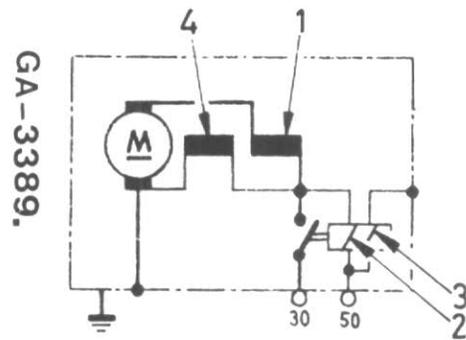

Figure 3
- 2 - Si le voltmètre enregistre une légère chute de tension, c'est que le courant ne passe que dans la bobine de maintien (3), fig. 3; il y a une coupure dans les connexions électriques ou dans le moteur.